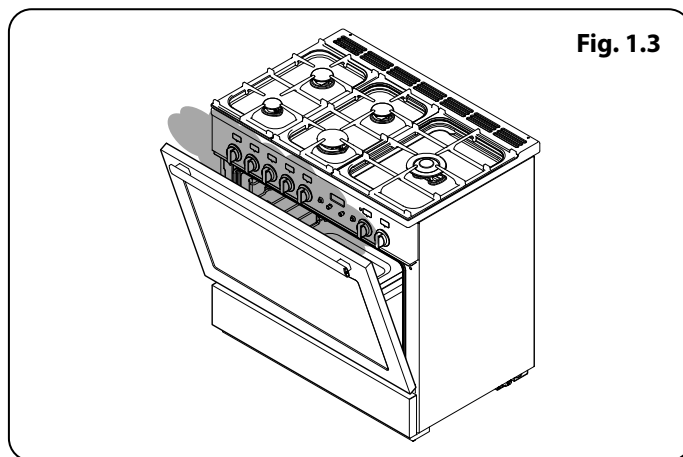

Fig. 1.3
- Vid tillagning av mat som innehåller mycket vatten kan ånga strömma ut när ugnsluckan öppnas. Se till att du inte står för nära när du öppnar ugnen och vänta tills eventuell ånga har strömmat ut (**Fig. 1.3**).